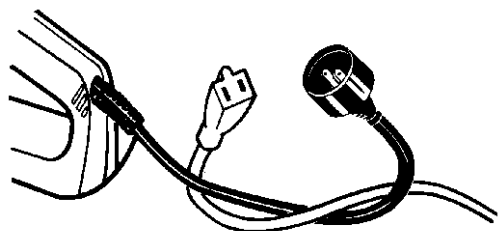

Fig.15
**REMARQUE :** Pour empêcher de débrancher le prolongateur, faire un noeud coulant avant de relier les deux extrémités (Figure 15).